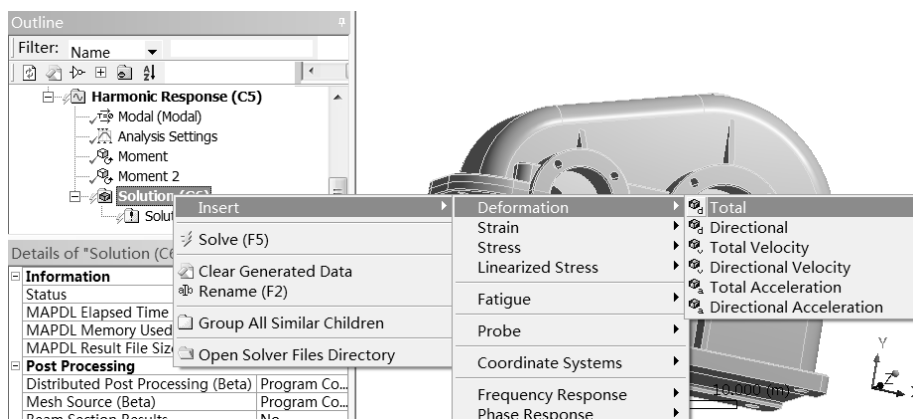

图 7-52 添加位移响应
Step1 : 在 Outline (分析树) 中的 Solution (C6) 选项上右击, 在弹出的快捷菜单中选择 Insert Deformation Total 命令, 如图 7-52 所示, 在后处理器中添加位移响应命令。